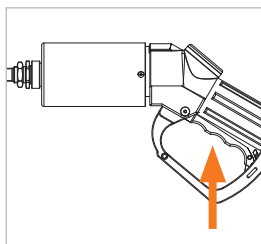

Abbildung 20
- ▶ Ziehen Sie den Betätigungshebel (Pos. 6) am Handgriff (Pos. 7) der Füllkupplung vollständig in die ON-Position hoch (Abbildung 20), bis dieser hörbar einrastet. **Der Betätigungshebel (Pos. 6) muss eingerastet sein bevor die Leckageprüfung gestartet wird! Wenn sich der Betätigungshebel nicht leicht betätigen oder einrasten lässt, nehmen Sie den Servicenippel nochmals heraus und setzen ihn erneut ein.**